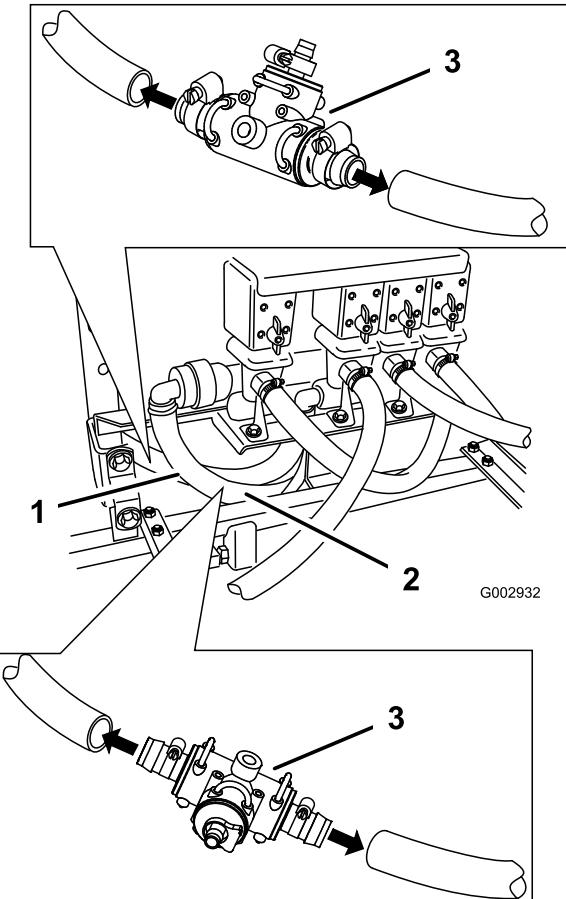

Figura 13
- Tagliate il flessibile di bypass al centro tra le valvole della barra ed il serbatoio (Figura 13).
10. Spalmate del sapone liquido sulla dentellatura, inserite un gruppo raccordo a T S53 nello spazio creato dal taglio, e fissatelo con due fascette stringitubo grandi (Figura 13).
11. Tagliate a metà il flessibile di alimentazione dell'agitatore (Figura 13).
12. Spalmate del sapone liquido sulla dentellatura, inserite un gruppo raccordo a T S53 nello spazio creato dal taglio, e fissatelo con due fascette stringitubo grandi (Figura 13).